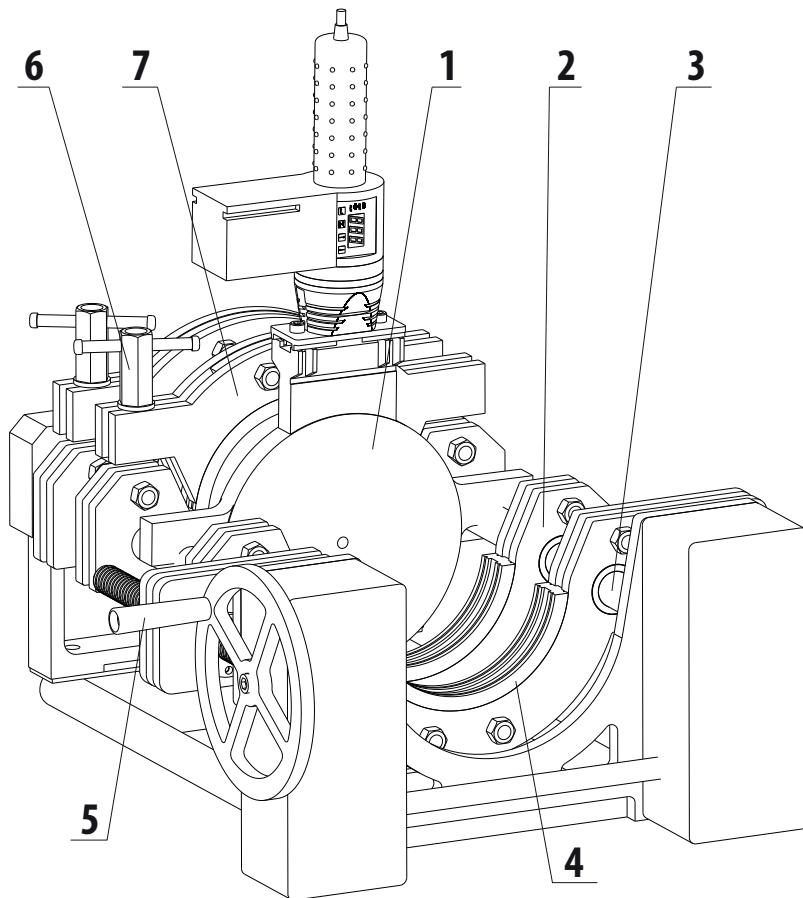

Рис. 1
4.1 Основной функциональной частью машины является центратор (Рис.1). Он служит для укладки и закрепления труб, местом подрезки их торцов, нагрева торцов труб, их сжатия с помощью специального механизма. Направляющие 3 центратора служат для перемещения по ним каретки 2 с трубой и для закрепления торцевателя (на Рис.1 не показан) во время подрезки торцов труб. Перемещение каретки осуществляется винтовой парой винт – гайка. Гайка жестко связана с кареткой, винт вращается от маховика 5, приводимого во вращение рукой оператора.